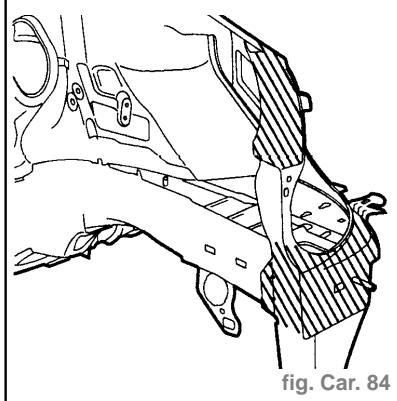

fig. Car. 84
- Pulvériser de la cire fluide (fig. Car. 84).